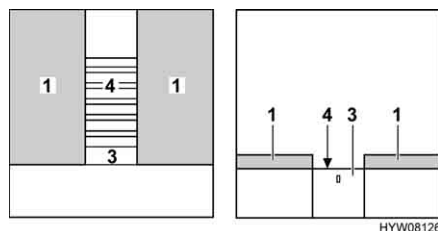

Bild 137 Under ombyggnaden
- Om utdragningsanordningen (Bild 137,3) har en spärr: Fatta tag bakom kanten och frigör utdragningsanordningen.
- Dra ut ribbotten (Bild 137,4) resp. förlängningen med utdragningsanordning helt.